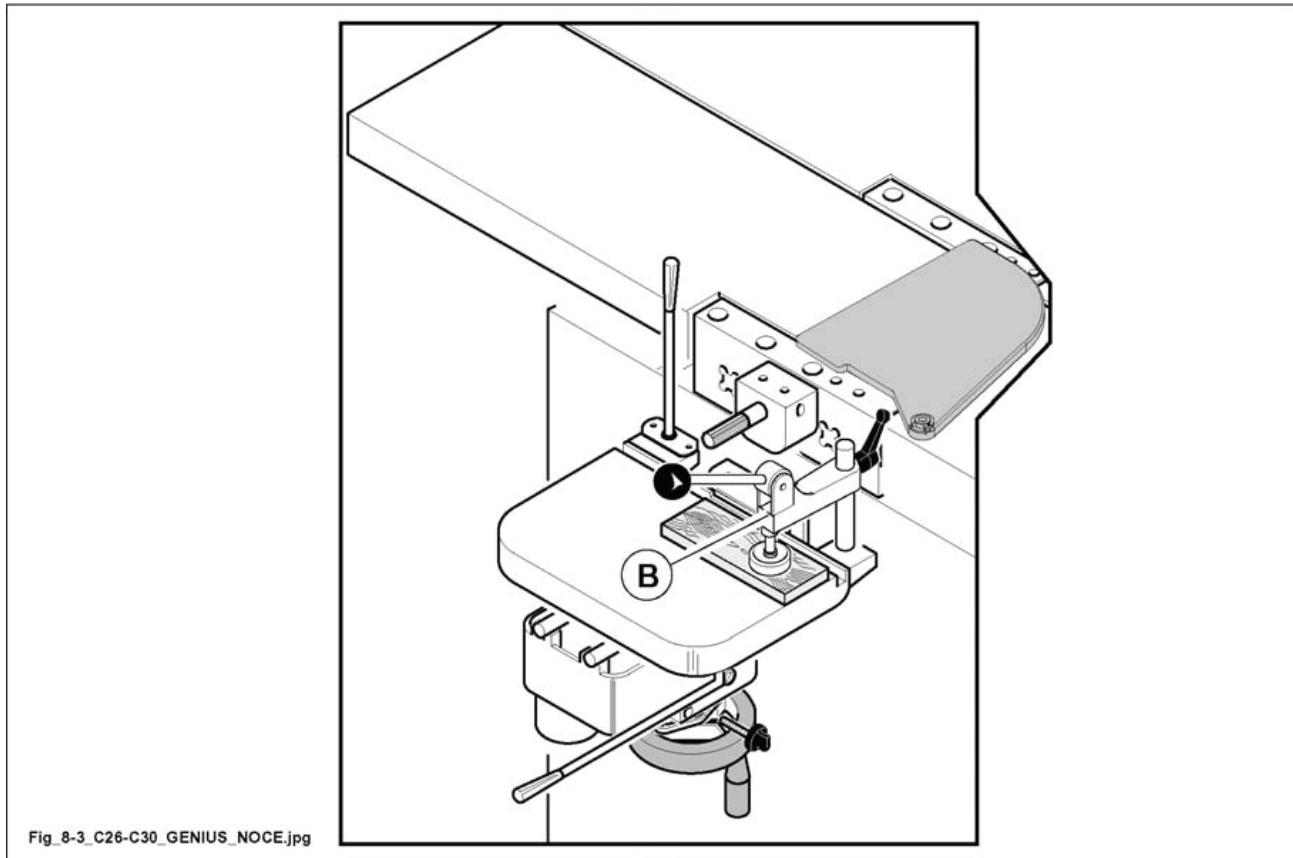

Рис. 8.3
- Уложить заготовку на стол и прижать ее к упору. Зафиксировать заготовку прижимом В (рис. 8.3).